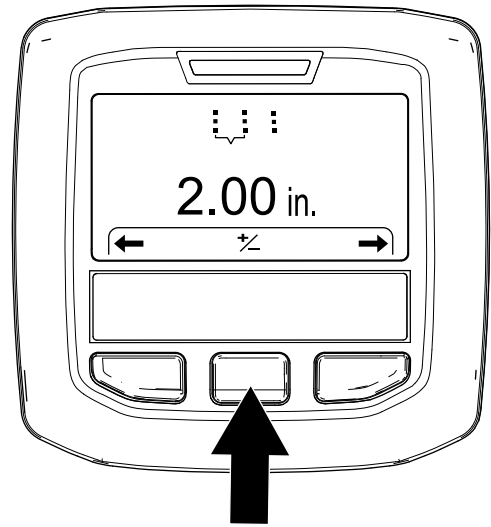
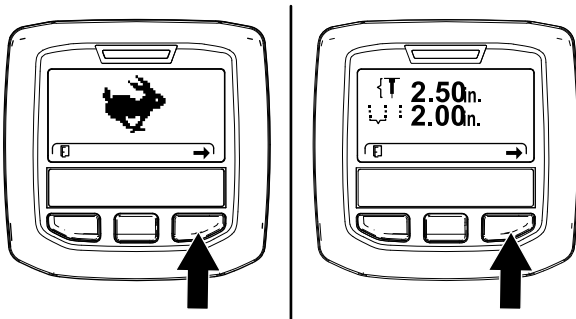

Figura 55
Figura 54
3. Apăsai butonul InfoCenter din dreapta până când se afișează ecranul Setting the Hole Spacing (Setare spaierie găuri) (Figura 54 și Figura 55).